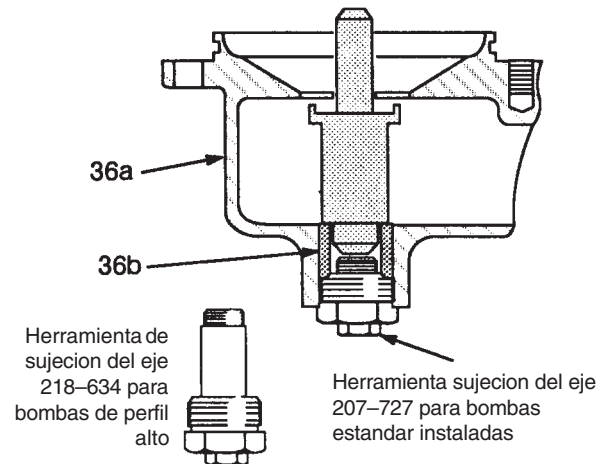

Fig. 10
- c. Enroscar la herramienta de sujeción del eje en el extremo inferior de la campana de entrada, como se indica en la Fig. 10.